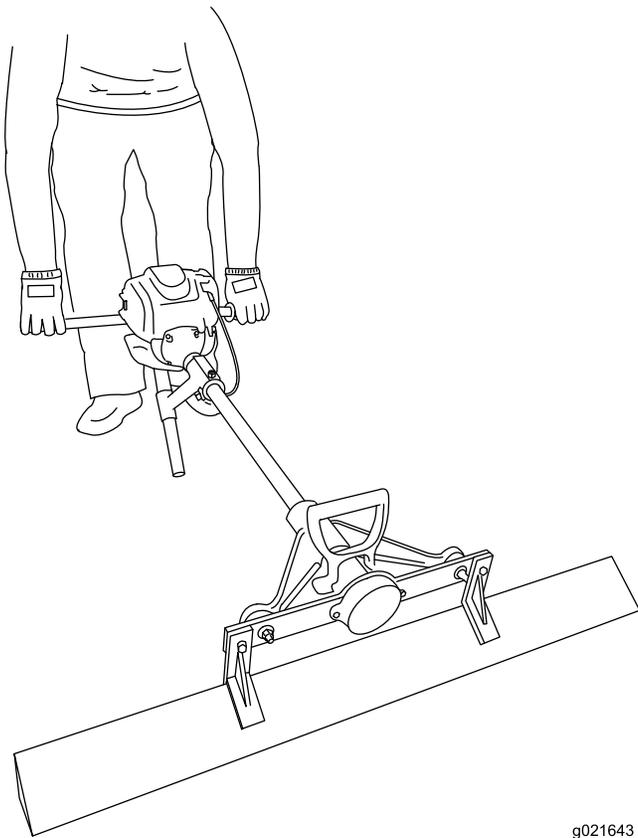

Figure 14
- Utilisez la position de repos quand vous quittez la machine. (Figure 14). Ne laissez jamais le moteur en marche lorsque la machine est en position de repos. Placez toujours la machine sur une surface plane.